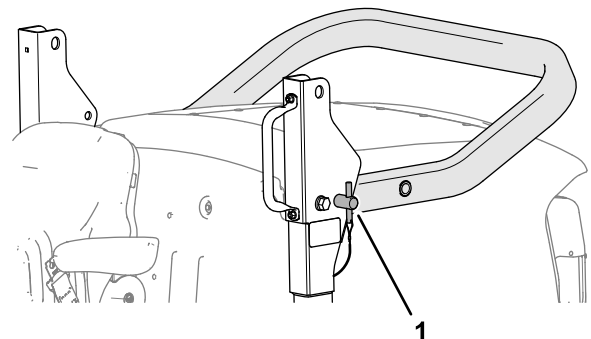

Figura 27
5. Inserite i perni del roll bar nei fori inferiori delle staffe orientabili (Figura 27).